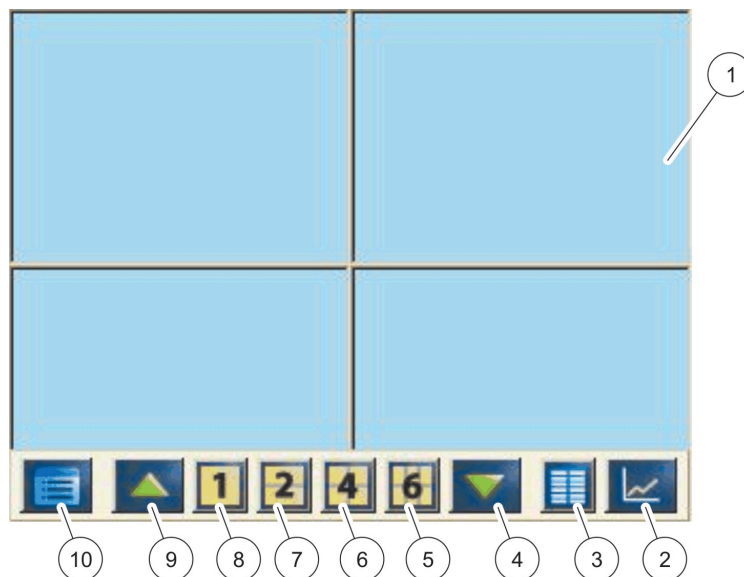

図 39 ポップアップ ツールバーによる測定値の表示
ビューで非表示です。ツールバーを表示するには、スクリーンの左下をタッチします。ツールバーには、図 39に説明があるボタンがあります。
2. ポップアップ ツールバーで、1、2、または 4 を押します。5 つ以上の値を同時に表示するには、[LIST (リスト)] (図 39) を押します。
- ・ グラフを開くには、ポップアップツールバーの [GRAPH (グラフ)] ボタンを押します (図 39)。ポップアップツールバーが画面に表示され、表示する測定値を変更できます。(1, 2, 4, LIST)